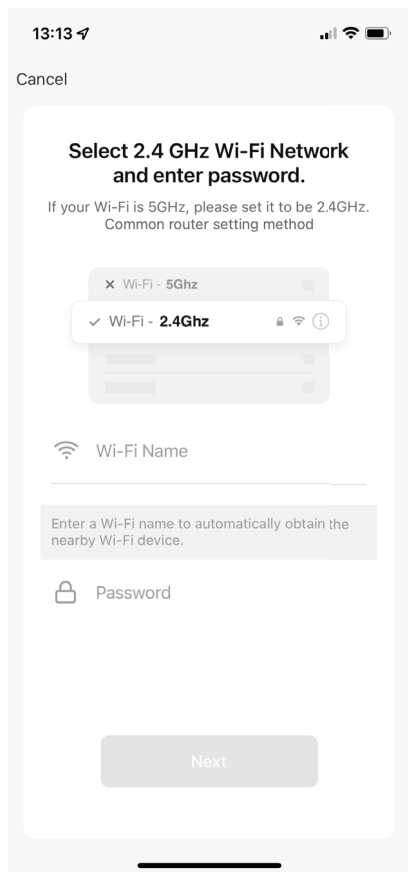

Fig. 3
- ▶ En el siguiente paso, entre la contraseña de su red wifi (**fig. 3**) y después pulse SIGUIENTE.